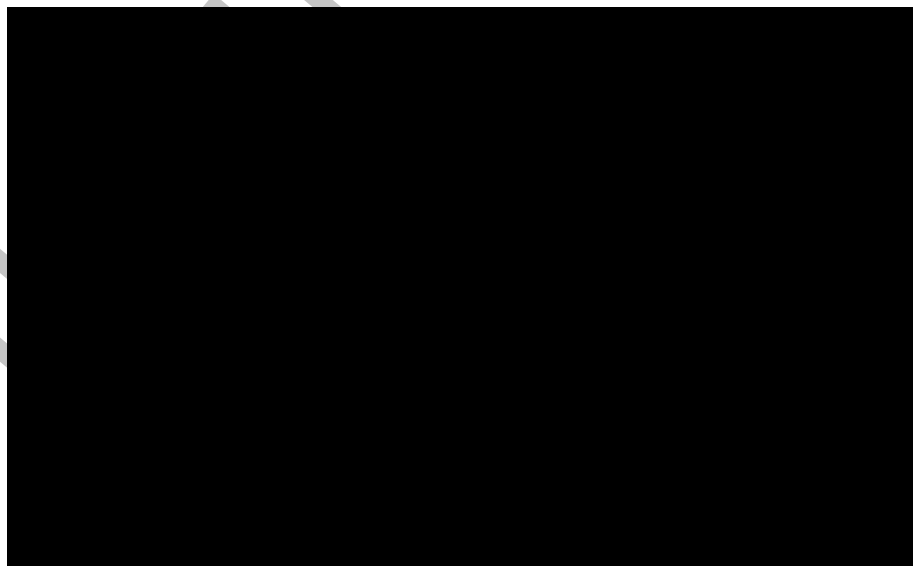

Рис. 10.11. Заполненный словарь **UDP**
3. Для **UDP** типа **List (Список)** необходимо в поле **Value** задать список значений. Для **UDP – "Приложение"**. Внесите значение "**Модуль оформления заказов**" (рис. 10.11).